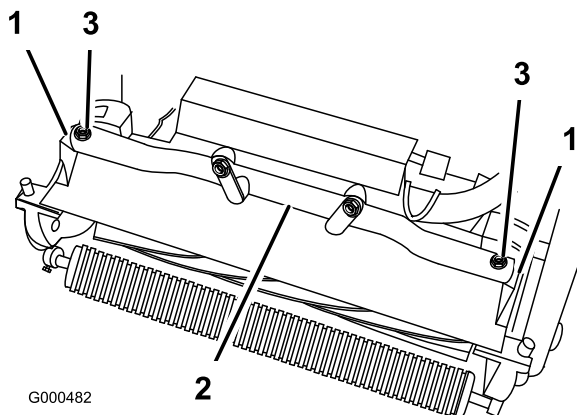

Figura 14
4. Retire (2) as cavilhas que fixam os braços articulados da unidade de corte ao tubo da estrutura da unidade de tracção (Figura 14).
5. Rode os braços articulados para a frente (Figura 14) e apoie a unidade de tracção sobre o apoio fixo.